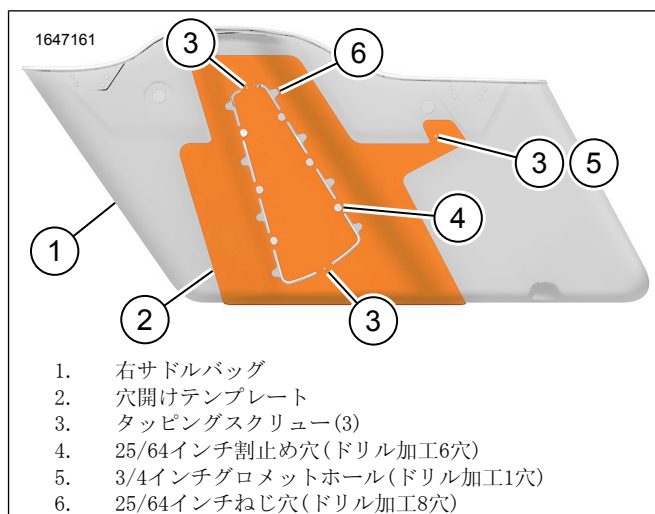

図8。右サドルバッグドリルテンプレート
1. 図8を参照してください。右サドルバッグにドリルテンプレートを設置します。
3. 図8を参照してください。右サドルバッグ(1)を調整します。